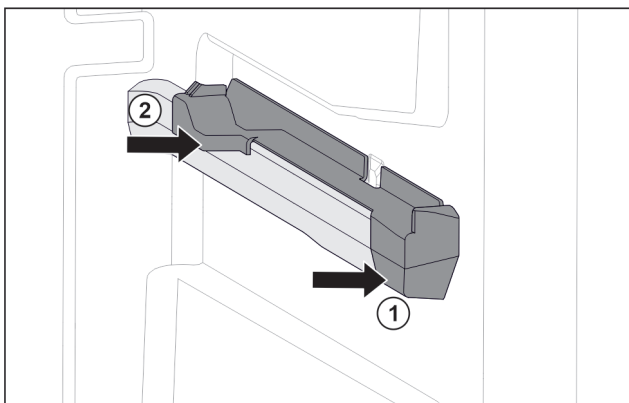

Fig. 109 Pieza de acoplamiento en la nervadura para recipientes derecha
- ▶ Coloque la pieza de acoplamiento delante en la nervadura para recipientes. Fig. 109 (1)
- ▶ Presione la pieza de acoplamiento por detrás. Fig. 109 (2)